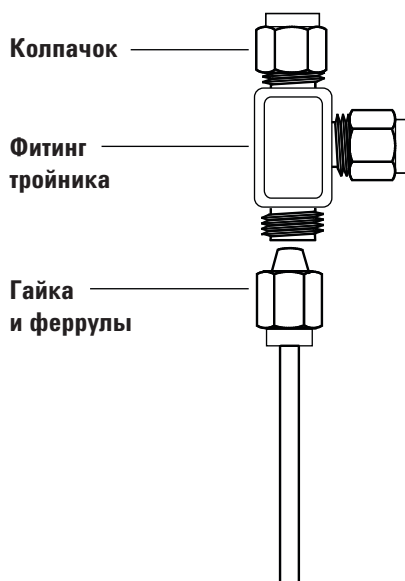

Рисунок 23 Тройник Swagelok
- 1 Отрежьте трубку в том месте, в котором требуется установить тройник. Соедините трубку и тройник с помощью фитинга Swagelok. См. Рис. 23.